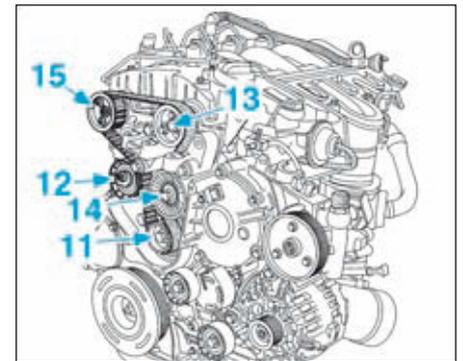

FIG. 113
- Mettre en place la courroie de distribution en commençant par le pignon intermédiaire (11), le galet enrouleur (12), la roue dentée de l'arbre à cames d'admission (13) et le galet tendeur (14) (Fig.113).